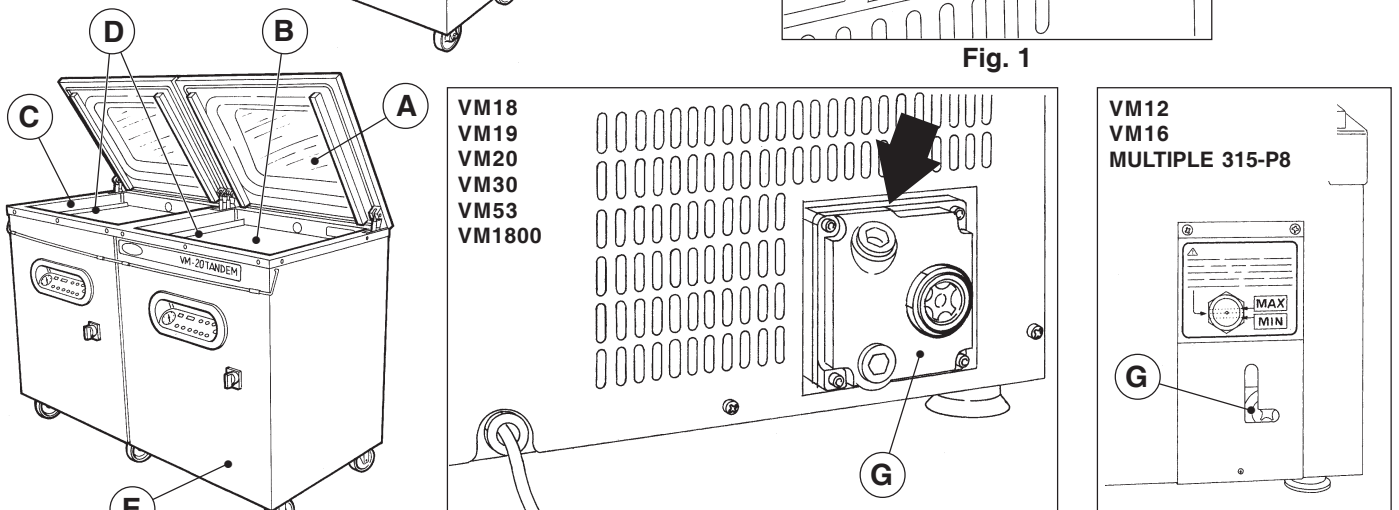

Fig. 2
- una cuba de acero inox. (cámara de vacío o “campana”) (C) en el interior de la cual se realiza el vacío y la soldadura de las bolsas mediante las barras soldadoras (D); está provista de una cubierta de plexiglás transparente (A) abrible, a través de la cual es posible observar las fases de trabajo. La profundidad interna de la cuba puede ser modificada mediante estantes de plástico (B) suministrados adjuntos a la máquina;
- una carcasa de acero inox. (E) en cuya parte delantera se encuentran el panel de mandos y el interruptor general, mientras que su parte trasera se presenta cerrada mediante un panel de acero inox.
En los modelos VM12, VM16 y MULTIPLE 315-P8 está presente un panel lateral (F) que permite efectuar el relleno de aceite de la bomba; en otros modelos el relleno se efectúa a través de la parte trasera de la envasadora (Fig. 2).